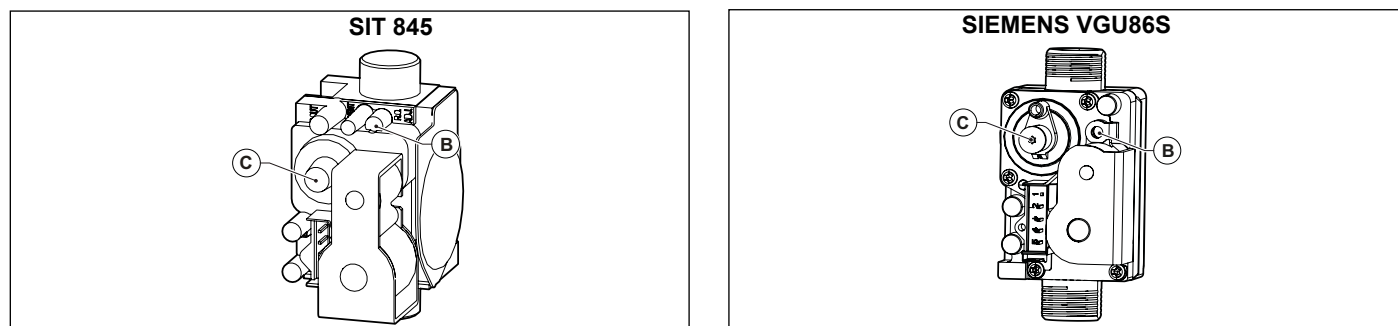

Fig. 30 Regulación valor anhídrido carbónico
- Regular el valor del anhídrido carbónico (CO₂) en los humos girando el regulador de relación **B** (ver Fig. 30 Regulación valor anhídrido carbónico) y asegurarse de que no supere los límites de la Tab. 8 Límites configurables para los parámetros TSP y valores de default de acuerdo con el tipo de caldera (TSP0) en la página 50. Dejar la caldera en modalidad deshollinado y continuar en el paso siguiente de ajuste a la potencia mínima.
- Regular el valor del anhídrido carbónico (CO₂) en los humos girando el regulador de offset **C** (ver Fig. 30 Regulación valor anhídrido carbónico) y asegurarse de que no supere los límites de la Tab. 12 Valores de CO₂ en los humos.